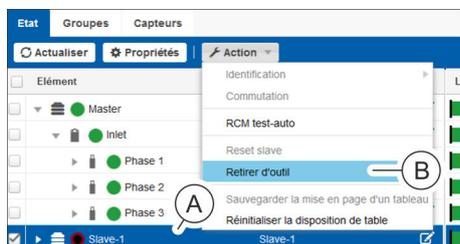

Fig. 101 : Menu « État » – Onglet « État »
2. ➔ Dans l'onglet « État », sélectionner le PDU esclave souhaité (Fig. 101 /Ⓐ).
3. ➔ Supprimer le PDU esclave sélectionné grâce au point de menu « Action ➔ Retirer d'outil » (Fig. 101 /Ⓑ).